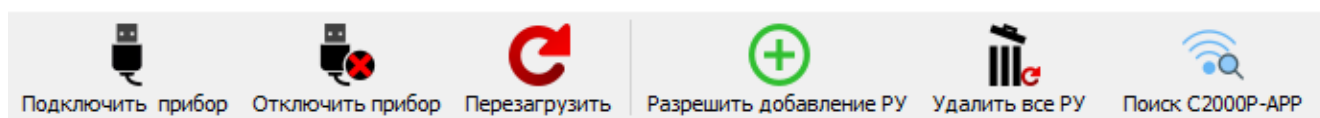

Рисунок 2.10 Панель инструментов
**Панель инструментов** включает следующие кнопки (см. Рисунок 2.10):